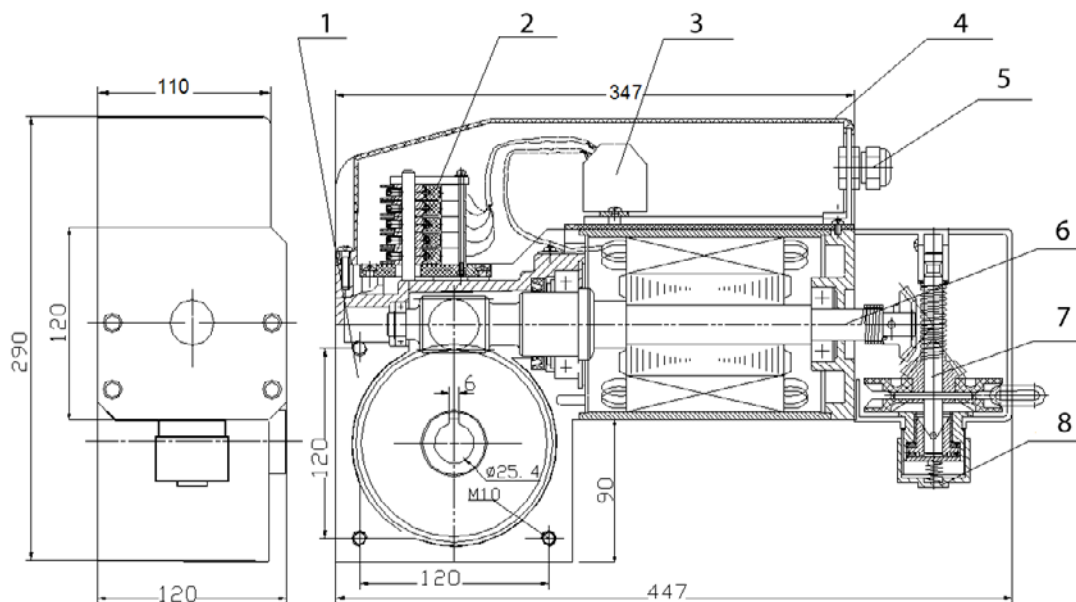

Рис. 1. Схема устройства привода RSI-60
На рис. 1 схематично изображено устройство промышленного привода RSI-60, в том числе обозначены: корпус редуктора (1); концевые выключатели (2); клеммы подключения (3); крышка привода (4); герметизатор ввода (5); мотор (6); цепной редуктор (7); ручка настройки (8).